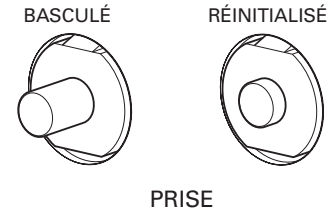

Fig.11
Les thermorupteurs de prise protègent les prises de courant. Une surcharge de la génératrice fera basculer le thermorupteur. Si un sélecteur de thermorupteur individuel (C) bascule comme indiqué sur la Fig. 11, déconnecter l'appareil électrique de la prise. Laisser le thermorupteur refroidir. Enfoncer le sélecteur de thermorupteur individuel (C) pour le réinitialiser.